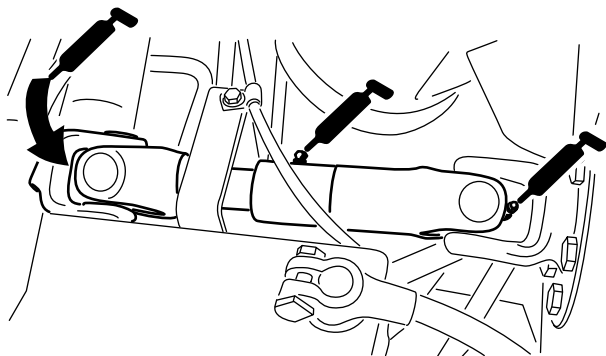

Рисунок 38
- Универсальный шарнир приводного вала насоса (3 шт.) (Рисунок 38)